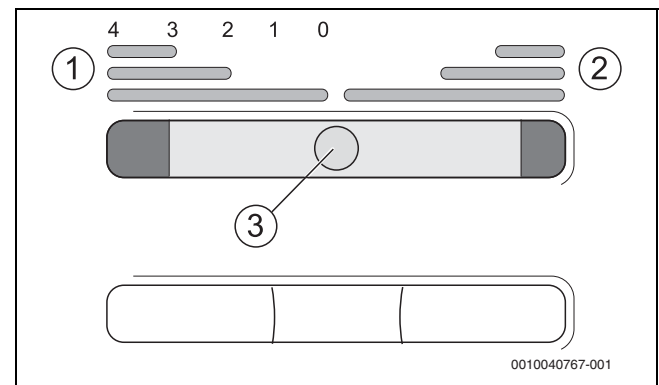

Bild 9 Verbrennungsluftschieber an der Aschetür
- Verbrennungsluftschieber [3] von der Mittelstellung ausgehend nach rechts führen (→ Bild 9)
- ▶ Verbrennungsluftschieber [3] von der Mittelstellung ausgehend nach links führen (→ Bild 9).
- ▶ Verbrennungsluftschieber nach rechts schieben, um die Heizleistung einzustellen (→ Bild 9, Seite 11).